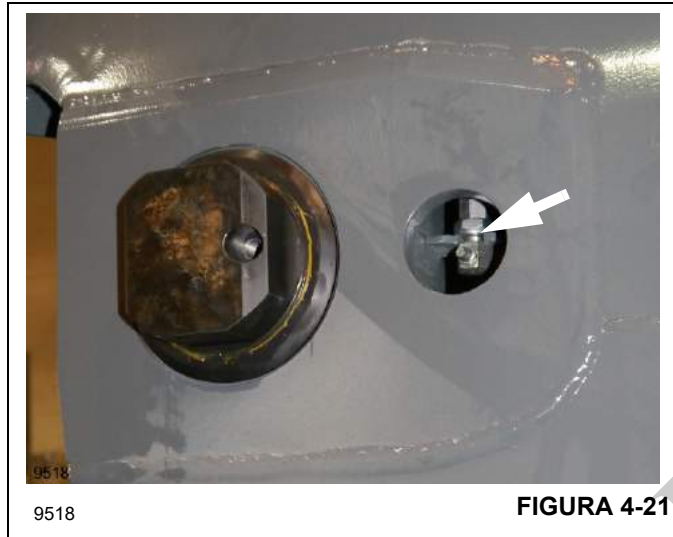

FIGURA 4-21
1. Instale las placas (49, 50) y las placas deslizantes (48).
2. Instale las almohadillas de desgaste (52).
3. Instale las placas (45, 46) y las placas deslizantes (44).
4. Instale los pilotos guía (47).
5. Instale las placas (42, 43) y las placas deslizantes (41).
6. Coloque la almohadilla de desgaste (37) en la sección e inserte seis tiras (40) en su interior.
7. Fije la almohadilla de desgaste (37) con la placa (38).
8. Instale la almohadilla de desgaste opuesta (73), las tiras (40) y la placa (38).
10. Fije las tuercas delgadas (64) y las uniones de tubería (63) a las mangueras de lubricación, y asegure las mangueras a las pestañas (Figura 4-21) dentro de la sección.